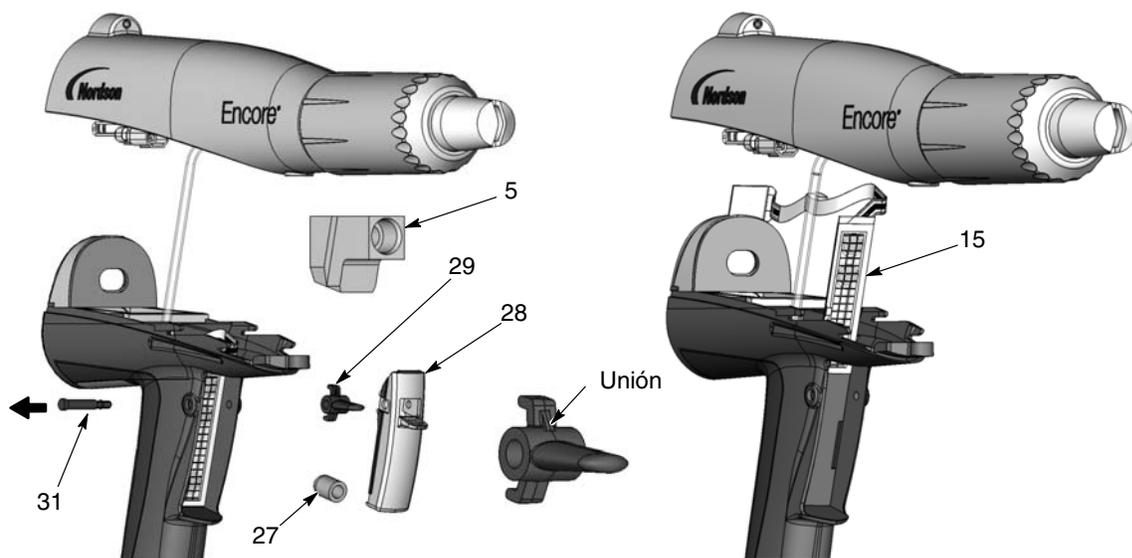

Figura 6-8 Sustitución del interruptor de activador
1. Ver la figura 6-8. Orientar el nuevo interruptor (15) con la rejilla mirando hacia el frente de la pistola, posteriormente alimentar con cuidado el cuadrado, el extremo inferior a través de la ranura en la manivela.
4. Instalar el activador de purga (29) en el activador de aplicación (28) con la unión orientada hacia arriba, tal y como se muestra. **No instalar el activador de purga boca abajo.**
5. Ubicar los activadores en la empuñadura y mantenerlos en su sitio mientras se presiona el eje (31) a través de la empuñadura y los activadores hasta que la cabeza del eje esté alineada con la empuñadura. El eje no se fijará en el lugar cuando esté correctamente instalado.